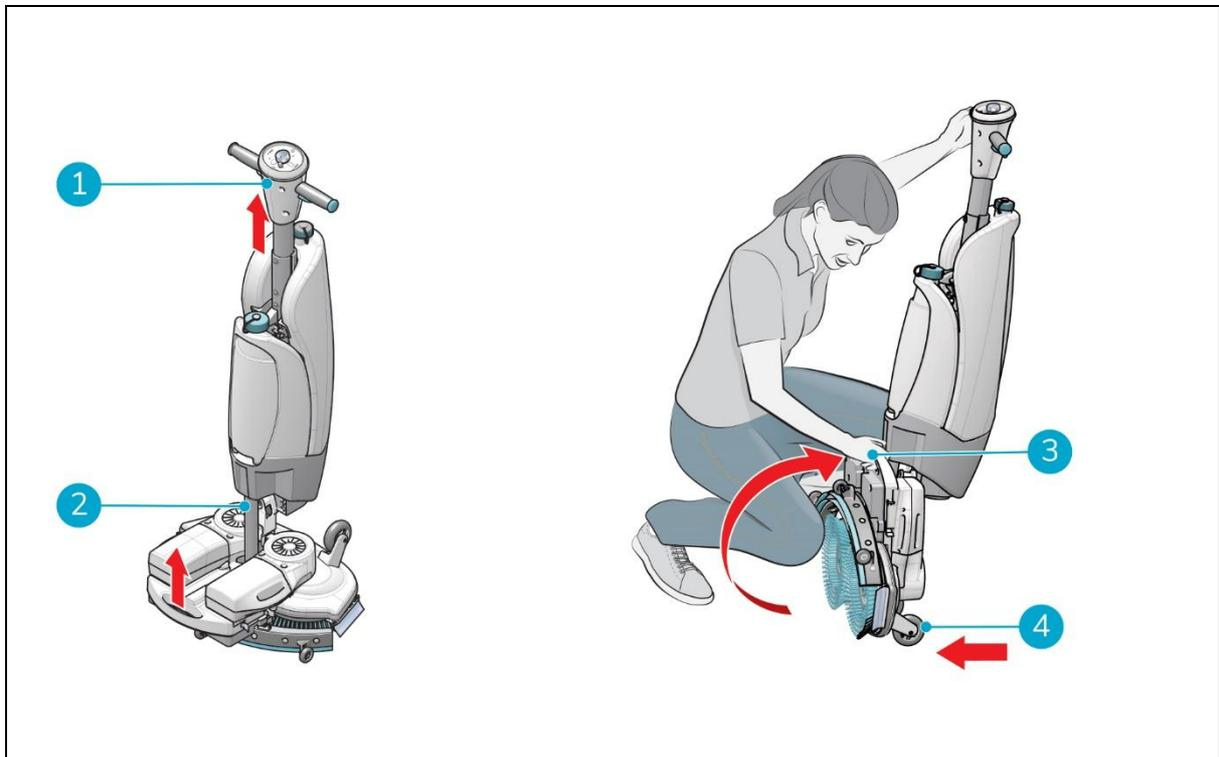

Figure 4
1. Assurez-vous que le tuyau d'aspiration (Figure 4, pos 2) soit repoussé à l'intérieur de la machine afin qu'il ne soit pas écrasé.
1. Accroupissez-vous et tenez la poignée (Figure 4, pos 1) d'une main tout en tenant le plateau de lavage (Figure 4, pos 3) de l'autre main.
2. Soulevez lentement le plateau de lavage jusqu'à ce qu'il repose sur les roues avant (Figure 4, pos 4). Guidez le corps vers le pont de lavage jusqu'à ce qu'il s'enclenche en position de repos.